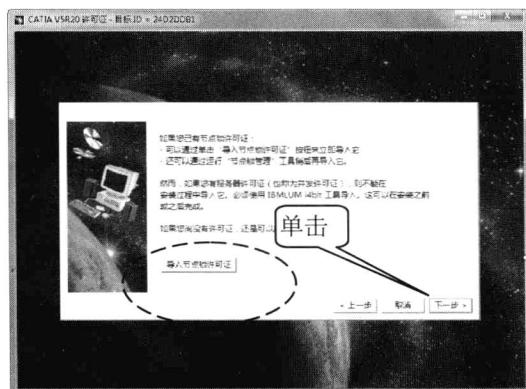

图 1-3
2. 单击“CATIA V5R20 欢迎”对话框中的 下一步 > 按钮，弹出“CATIA V5R20 许可证”对话框，如图 1-3 所示。